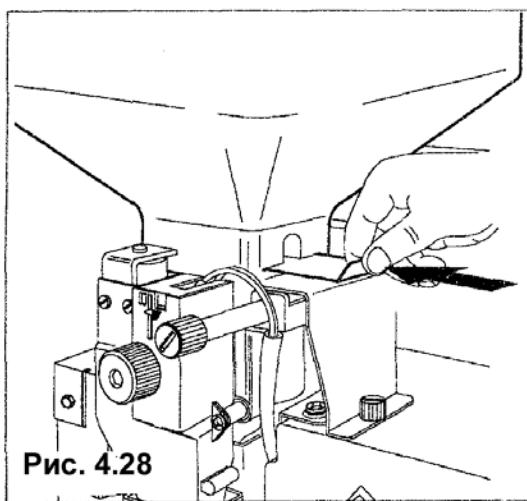

Рис. 4.28
- Чтобы выполнить загрузку, необходимо снять каждый контейнер (рис. 4.28). В частности, для контейнера для зерен кофе нужно перед выемкой контейнера закрыть дверцу жебода.